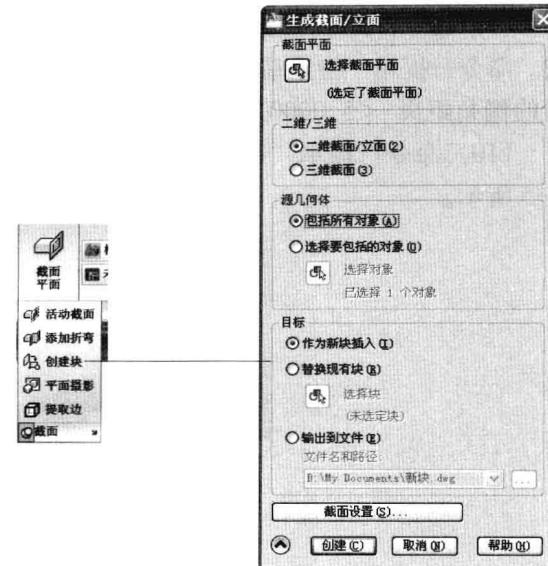

图 9-3-4
(4) 在“截面”面板中单击“创建块”按钮，打开“生成截面/立面”对话框，选择“选择二维截面/立面”项目，单击“确定”按钮，如图 9-3-4 所示。